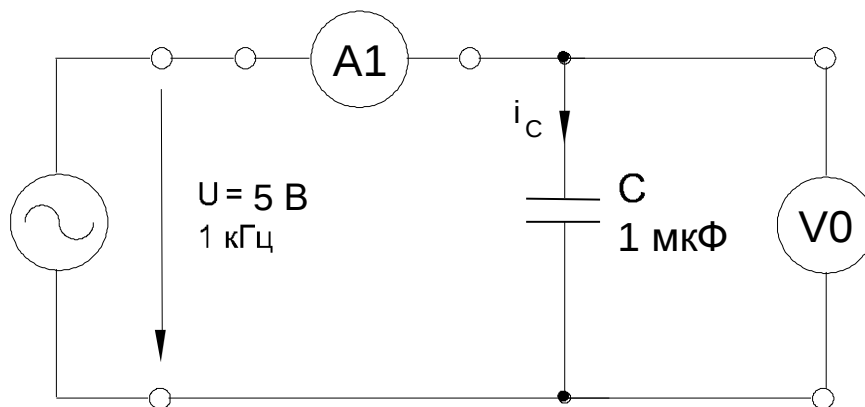

Рисунок 2.9 – Схема электрической цепи
- Соберите цепь согласно схеме (рисунок 2.9), установите синусоидальное напряжение $U=5$ В и $f=1$ кГц на выходе регулируемого источника, затем присоедините источник к входным зажимам цепи.